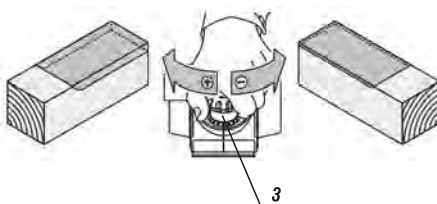

fig. 4 – ajuste de la altura del cepillado
Para regular la altura de cepillado gire el regulador de altura (3). Girando el regulador para la derecha (sentido horario) la profundidad aumentará y en consecuencia girando el regulador para la izquierda (sentido anti-horario) la altura disminuirá. Fig. 4.